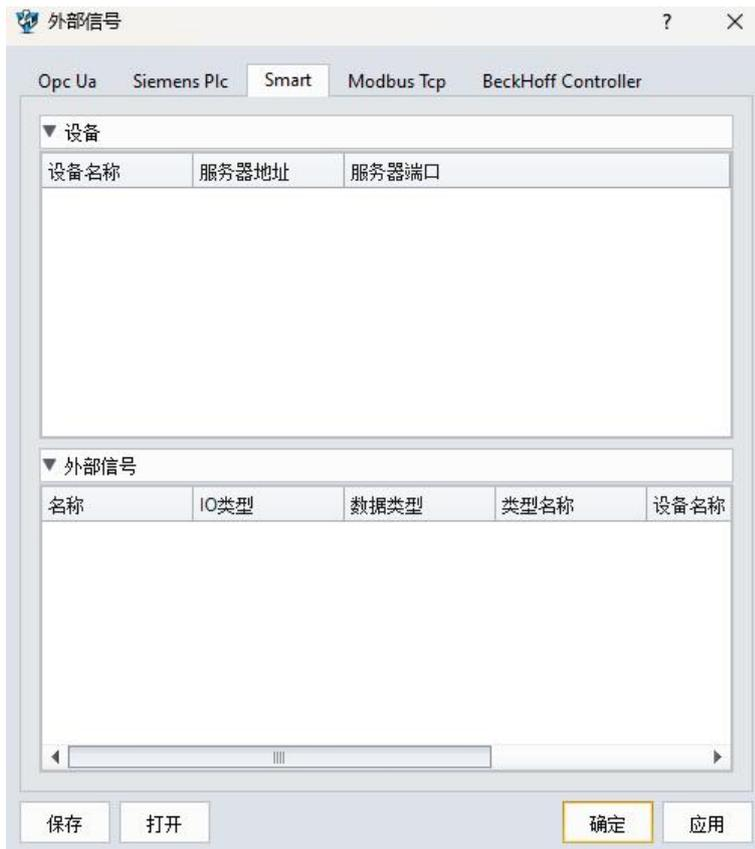

图 12-11: 外部信号
- 在 "Modbus Tcp" 下，右键单击 "设备" 下的空白框，选择 "添加设备"。(图 12-11)